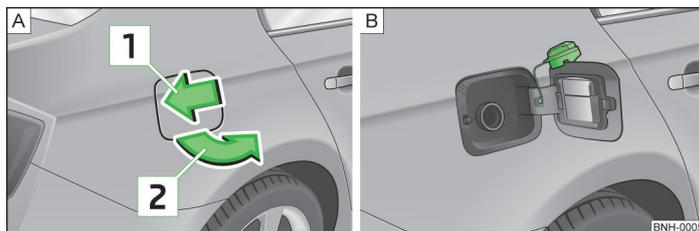

Fig. 95 Côté arrière droit du véhicule : Trappe du réservoir/trappe du réservoir avec bouchon dévissé
Les carburants prévus pour votre véhicule, la taille des pneus et la pression de gonflage sont indiqués sur la face intérieure de la trappe à carburant » fig. 95 - B.
Une raclette » fig. 95 - B est logée sur la face intérieure de la trappe de réservoir pour retirer la neige et la glace des vitres et rétroviseurs » page 121, *Vitres et rétroviseur extérieur*.
- Appuyez sur la trappe du réservoir dans le sens de la flèche 1 » fig. 95.
- Dévissez le bouchon du réservoir en le faisant tourner vers la gauche et fixez-le en haut de la trappe du réservoir » fig. 95 - B.